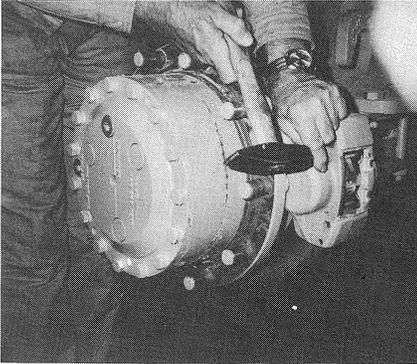

Bild 51
- (1) Rad abbauen.
- (2) Abdeckblech vom Bremsattel entfernen.
- (3) Oberen Haltestift mit Dorn austreiben (Bild 51).